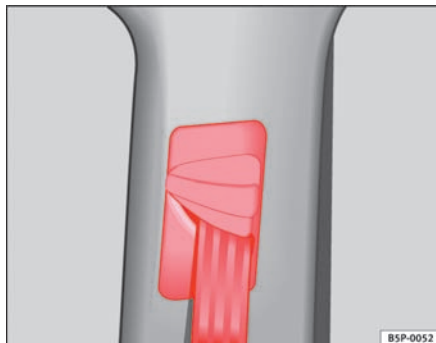

Fig. 16 Placering af selehøjdeindstilling
- Tryk på vendebeslaget i det øverste område, og hold det i denne position ⇒ side 27, fig. 16.